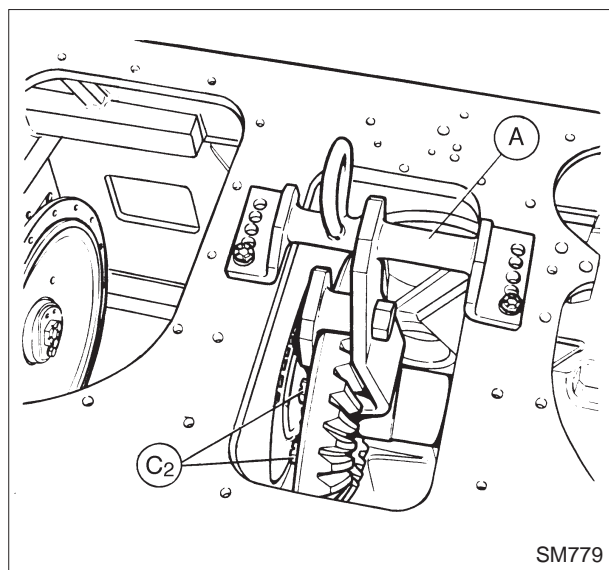

Fig. 3-8 Montaggio (smontaggio) viti (C₂) fissaggio corona conica all'albero
A. Supporto **75293290** - **B.** Piastra di fissaggio **75295643** - **C.** Chiave **75295252** - **D.** Moltiplicatore di coppia - **E.** Chiave dinamometrica - **F.** Lunetta di ritegno - **G.** Tubo eventuale per determinare il punto di reazione del moltiplicatore (D) - **P.** Punto di arresto dell'ingranaggio
- smontare l'albero pignone conico completo di cuscinetto (5) dal relativo supporto;
- sistemare il gancio **75291630** (A, fig. 3-8) sulla corona e fissarlo alla scatola trasmissione;
- togliere le viti (C₂) di fissaggio corona all'albero (fig. 3-8);